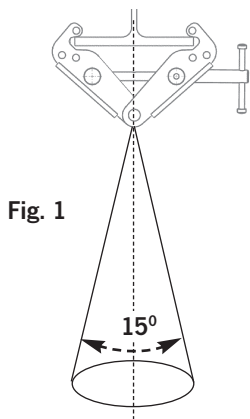
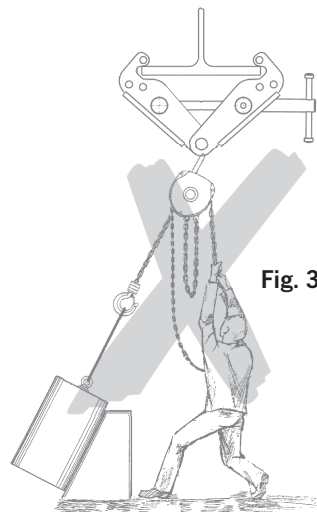
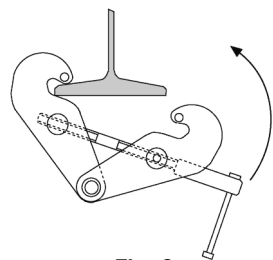

Fig. 1
Fig. 3
Fig. 6
- Die Trägerklemme darf nicht entlang des Trägers belastet werden, da sie sonst auf dem Träger entlang rutschen könnte. Ebenfalls ist eine zum Träger seitliche Belastung verboten, da sich der Träger verwinden könnte (Fig. 6).
- Soll das Gerät verwendet werden, um lange Stahlträger zu transportieren, so empfiehlt sich die Verwendung von zwei oder mehr Klemmen in Verbindung mit einer Traverse, um nicht zulässige Pendelbewegungen (Fig. 1) und eine Belastung der einzelnen Klemme mit seitlichen Zugkräften zu vermeiden (Fig. 6).
- Beim Transport der Last ist eine Pendelbewegung (Fig. 1) und das Anstoßen an Hindernisse zu vermeiden.
- Falsches Einhängen und seitliche Belastungen des Lastaufnahmemittels, d.h. Schrägzug (insbesondere beim Einsatz des Gerätes als Hebelklemme), ist verboten (Fig. 3, Fig. 6).